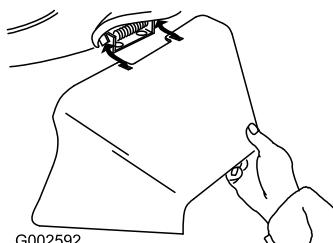

Bild 39
3. Setzen Sie den Seitauswurfkanal ein und schließen Sie die Klappe auf dem Auswurfkanal (Bild 39).